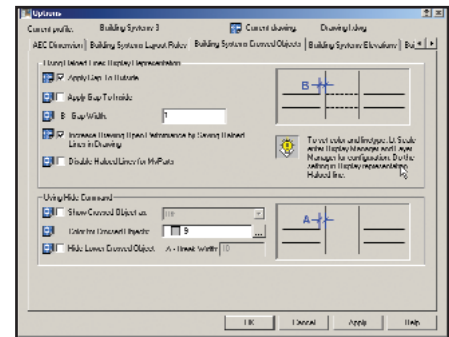

Рис. 8. Отображение невидимых объектов
- настроить способ отображения невидимых объектов. В закладке *Building Systems Crossed Objects* (рис. 8) диалогового окна Options настраивается вид объектов, пересекающихся в плане, но лежащих на различных высотных отметках. Нижележащие объекты ABS автоматически отображает пунктирной линией;
После экспорта модели в SCAD производится загрузка расчетной модели (рис. 8). Загрузка можно производить всеми (узловыми, распределенными по линии и по площади) регламентированными статическими (рис. 9) и динамическими нагрузками, включая действие пульсационной составляющей ветровой нагрузки. Тут следует сказать о вспомогательной программе ВеСТ, предназначенной для выполнения расчетов, связанных с определением нагрузок и воздействий на строительные конструкции в соответствии с рекомендациями СНиП 2.01.07-85* "Нагрузки и воздействия". Программа позволила с большой точностью получить распределение ветрового давления по высоте. Правда, при вводе ветровых нагрузок в SCAD пришлось разбивать вектор давления ветра в каждой точке на две составляющие по X и